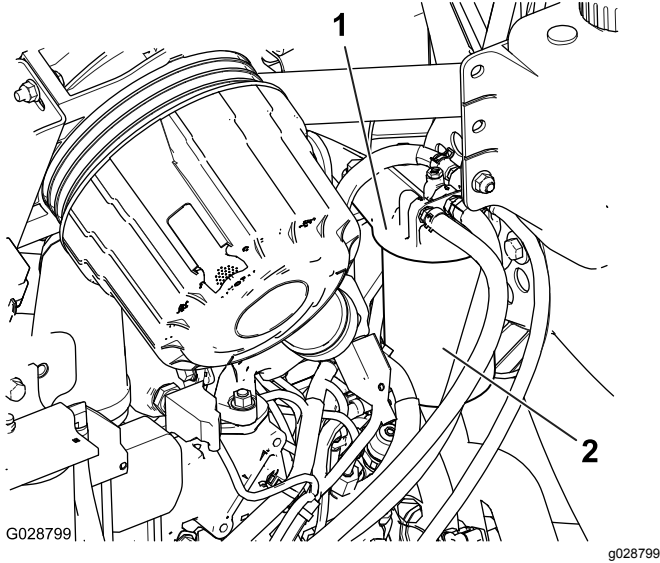

Bild 59
1. Reinigen Sie den Bereich um den Kraftstofffilterkopf (**Bild 59**).
2. Entfernen Sie den Filter und reinigen Sie die Befestigungsoberfläche des Filterkopfes (**Bild 59**).